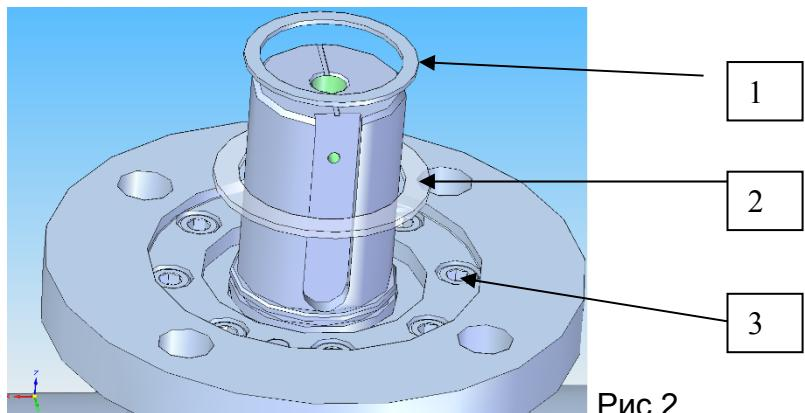

Рис.2
5. Снять фиксирующее кольцо 1 и шайбу 2 под ним (рис.2)